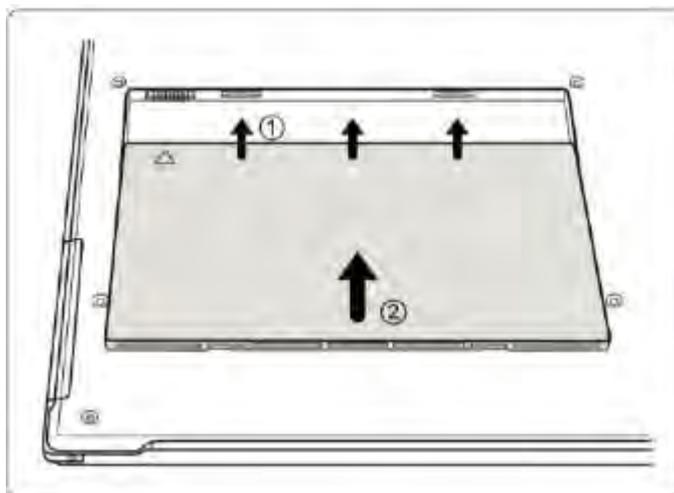

Fig. 1
- 1 Deslize a bateria para dentro do compartimento da bateria conforme mostrado na Fig. 1.